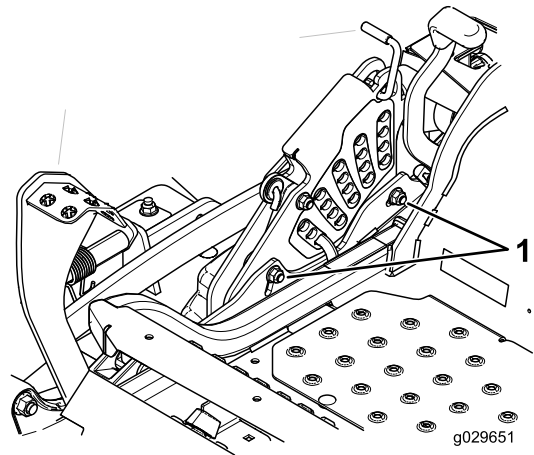

**Figura 93**
contratuerca de la parte superior. Gire el tornillo de ajuste hasta obtener una altura de 7.6 mm (3") (Figura 93).
16. Gire el tornillo de ajuste hasta obtener una altura de 8.3 mm (3 1/4") (Figura 93).